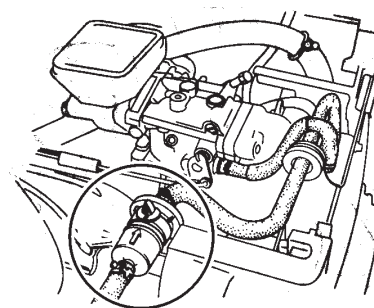

Figure 16. Filtre à carburant
- Remplacer le filtre à carburant du moteur (figure 16) toutes les 200 heures.